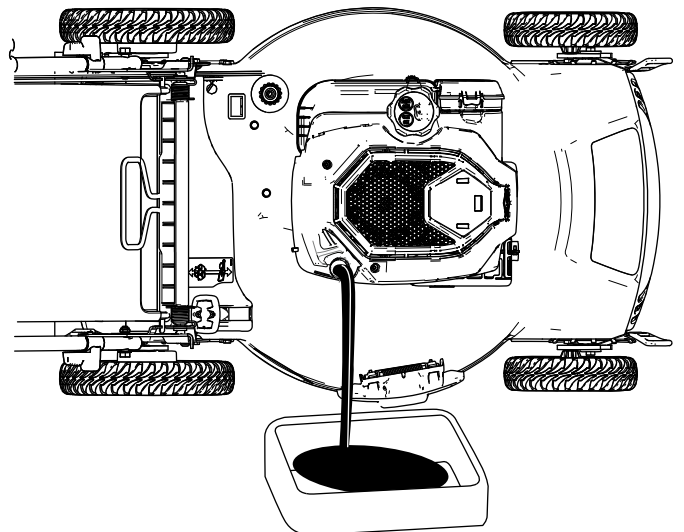
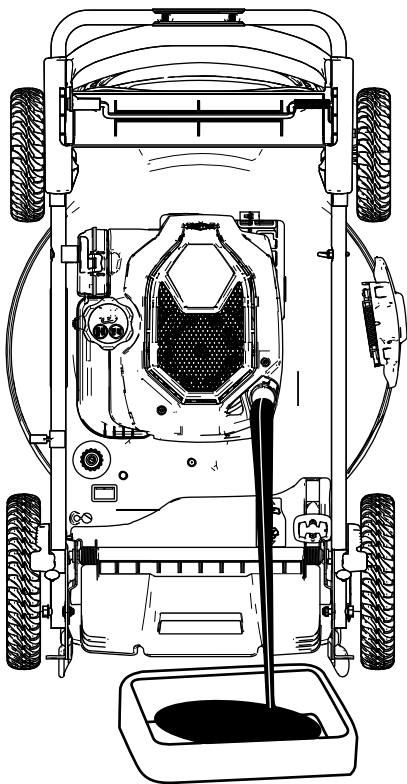

Figura 29
Figura 30
4. Inclinate il tosaerba sul fianco (di modo che il filtro si trovi in alto) per vuotare l'olio usato attraverso il tubo di riempimento (Figura 29), oppure mettetela in posizione verticale di rimessaggio (Figura 30).